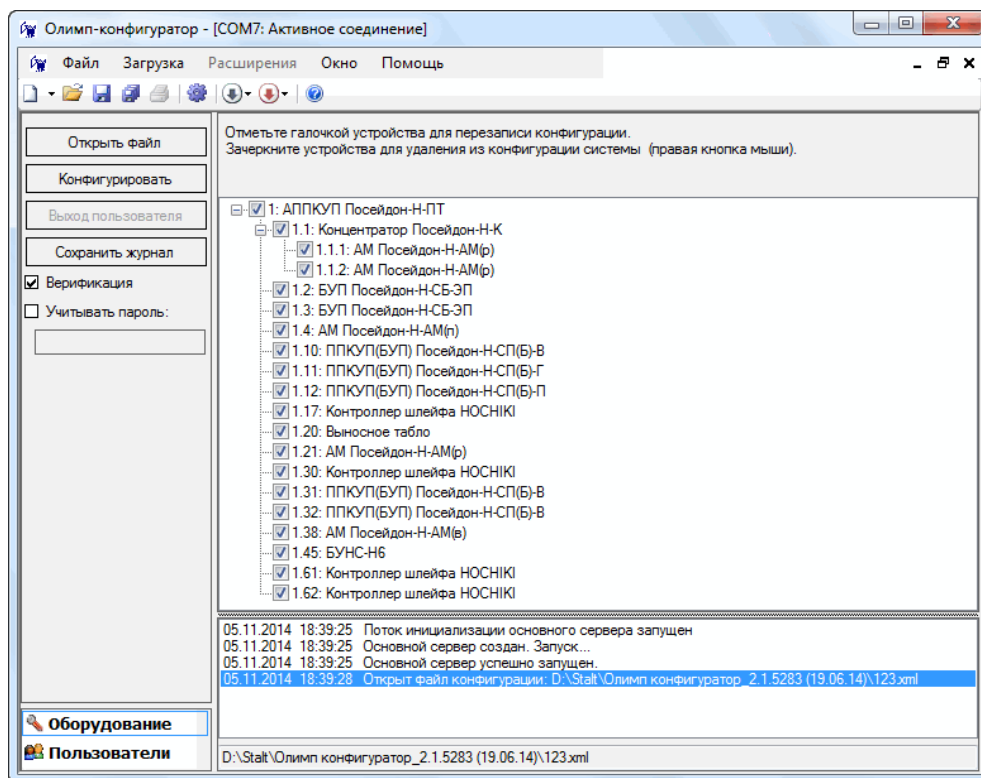

Рисунок 8.10 - Отображение конфигурации сети в окне «Активное соединение»
9) Указать конфигурационный файл, подлежащий загрузке, нажать . В окне «Активное соединение» отображается конфигурация сети (см. рисунок 8.10):